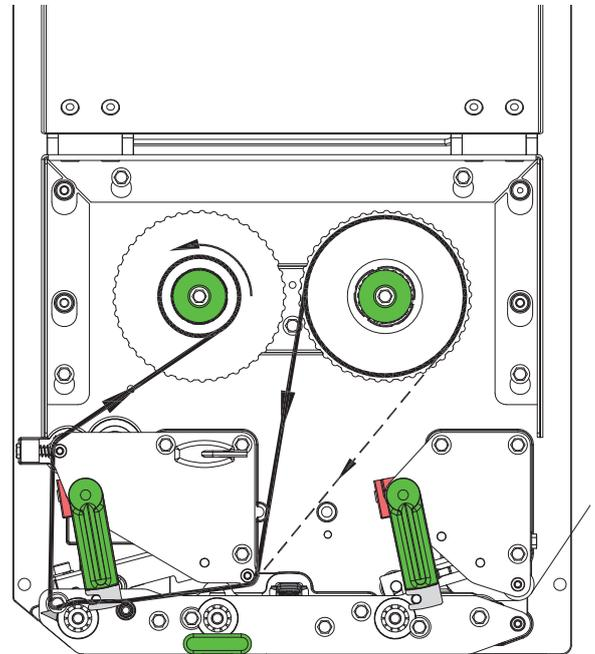

Figura 12 Recorrido de la lámina de transferencia
2. Girar la palanca (6) en el sentido contrario al de las agujas del reloj para elevar el cabezal de impresión.
3. Deslizar el rollo de lámina de transferencia (3) sobre el desenrollador (4) hasta el tope, de modo que después de introducirlo, el recubrimiento de color de la lámina quede sobre el lado apartado del cabezal de impresión.
4. Sujetar el desenrollador (4) y virar el botón giratorio (5) en el sentido contrario al de las agujas del reloj, hasta que el rollo de lámina de transferencia quede fijado.
5. Deslizar un núcleo de lámina de transferencia (1) adecuado en el enrollador de lámina de transferencia (2) y fijar del mismo modo.
6. Pasar la lámina de transferencia a través del mecanismo de impresión, tal y como se muestra en la figura 12.
7. Fijar el inicio de la lámina de transferencia al núcleo de la lámina de transferencia (1) con una tira adhesiva. Durante este proceso debe tenerse en cuenta que la dirección de rotación del enrollador de la lámina de transferencia transcurra en sentido contrario a las agujas del reloj.
8. Girar el enrollador de la lámina de transferencia (2) en sentido contrario a las agujas del reloj para alisar el recorrido de la lámina de transferencia.
9. Girar la palanca (6) en el sentido de las agujas del reloj para bloquear el cabezal de impresión.